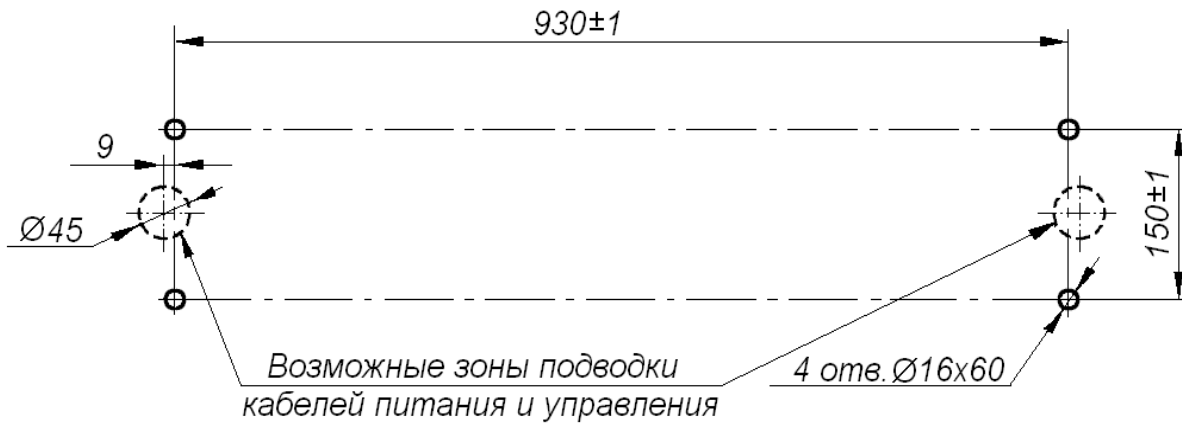

Рисунок 10 Схема разметки отверстий для крепления стойки турникета
8.4.3 При необходимости прокладки кабелей (13) и (14) под поверхностью пола подготовьте в полу кабельный канал, подходящий к зоне подводки указанных кабелей к стойке (рисунок 10).